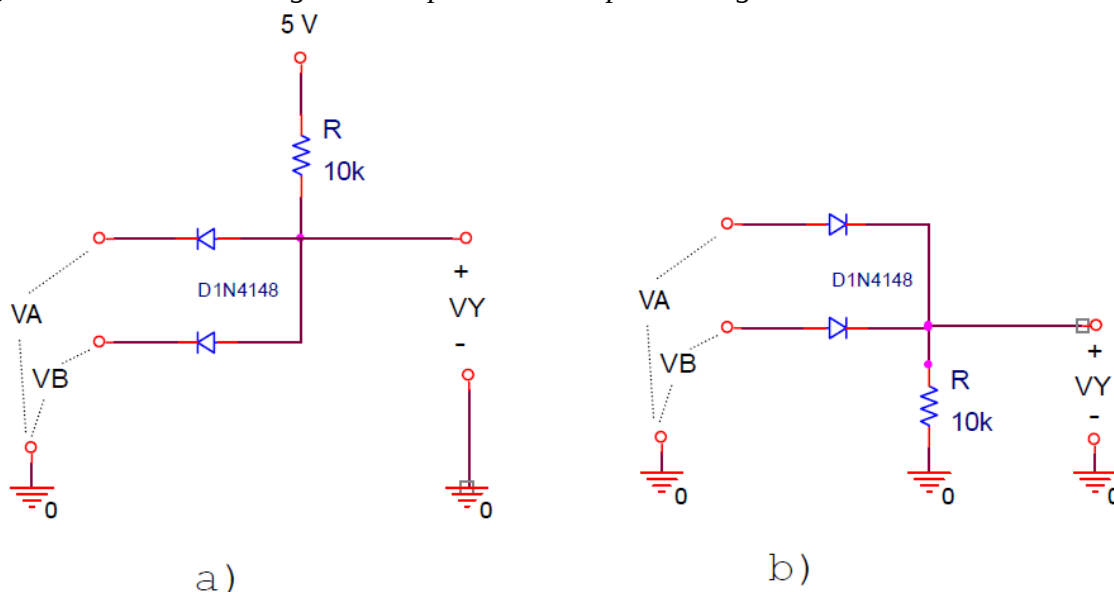

Fig. 5.
9) Los circuitos de la Fig. 5 corresponden a dos puertas lógicas con diodos: